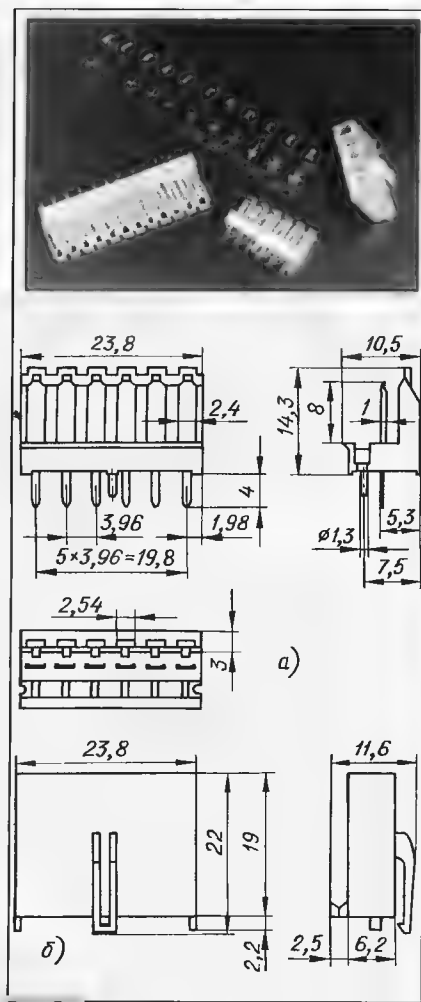

Рис. 5
И, наконец, на рис. 5 показаны элементы однорядного разъёмного соединения, предназначенного для питания так называемой "материнской" платы IBM AT. Штыревая колодка с уплотненными штампованными контактами (рис. 5,а) рассчитана для монтажа на плату. По числу контактов предусмотрено лишь две разновидности — с шестью и двенадцатью. Длина двенадцатиконтактных разъемов — 47,6 мм. Штыревые колодки поставляют полностью собранными.
Гнездовую колодку монтируют на кабель. Корпус (рис. 5,6) комплектуют набором контактов на технологической ленте. Число контактов – 6. Конструкция двенадцатиконтактной штыревой колодки рассчитана на стыковку с двумя шестиконтактными гнездовыми.
* Для разъемов по рис. 5 – 300 В.